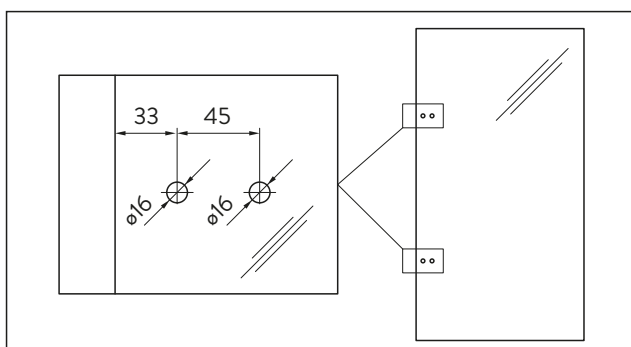

Abb. 3 Glasbearbeitung
2. Die Maße des Glastürflügels und die Glasbearbeitung prüfen, siehe Abb. 3.